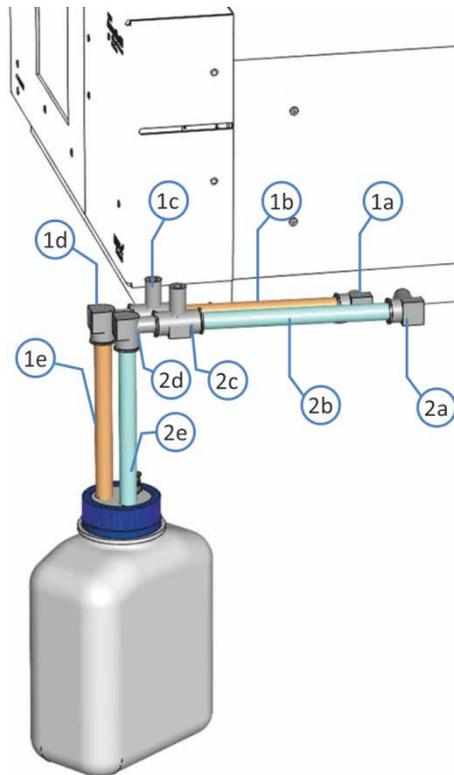

Abbildung 12: Drainage-Ports mit Drainage-Schläuchen
- 2 Schläuche, um L-Stück und T-Stück jeweils miteinander zu verbinden (Nr. 1b und Nr. 2b in Abbildung 12 auf Seite 77)
- 2 Schläuche, um die Ablaufschläuche in den Abfallbehälter zu führen (Nr. 1e und Nr. 2e in Abbildung 12 auf Seite 77)
Montieren Sie die zwei Drainage-Schläuche und schließen Sie sie an die Drainage-Ports wie in Abbildung 12 gezeigt an.